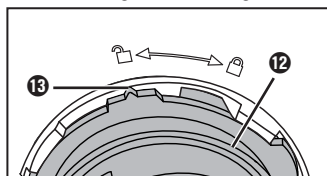

Abb. 5
- 6) Drehen Sie die Halterung **12** gegen den Uhrzeigersinn, bis die Markierung **13** an der Halterung **12** auf das -Symbol am Teigbehälter **15** zeigt (Abb. 5). Entnehmen Sie die Halterung **12** samt Teigwelle **10**.